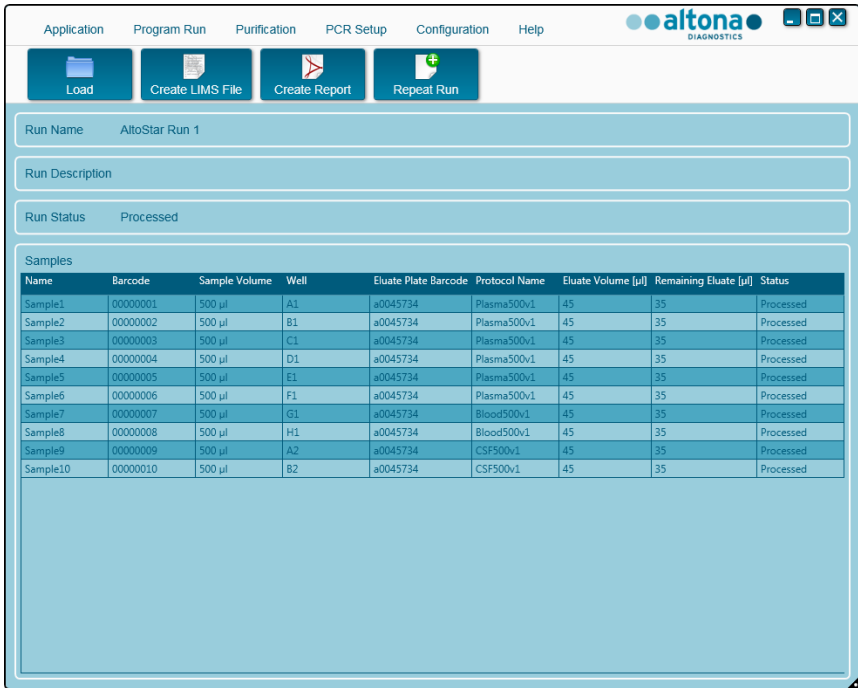

Abb. 19: Bildschirm Results (Ergebnisse)
1. Klicken Sie in der Menüleiste auf **Purification** → **Purification Results** (Aufreinigung → Aufreinigungsergebnisse), um auf die Ergebnisansicht zuzugreifen (siehe Abbildung 19).